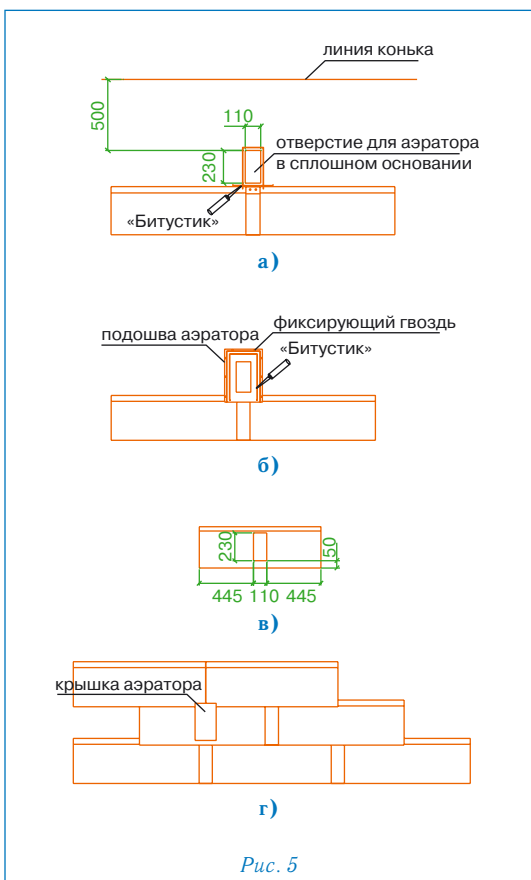

Рис. 5
Установка аэратора «Престиж» (рис. 5)
- в сплошном основании кровли прорезается отверстие 11 x 23 см, расположенное согласно рис. 5а;
- корпус аэратора устанавливается поверх отверстия и фиксируется стальными гвоздями; по верхней и боковым сторонам подошвы корпуса также наносится битумная мастика «Битустик» (рис. 5б);
- далее укладывается очередной ряд черепицы; подошва аэратора при этом закрывается листом ПРЕСТИЖ КОМПАКТ с заранее прорезанным в нем отверстием (рис. 5в);
- на корпус аэратора устанавливается крышка, которая фиксируется нажатием (до щелчка) (рис. 5г).